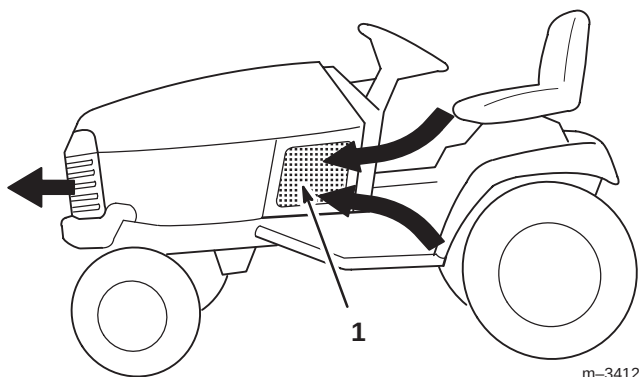

Figure 9
2. Contrôlez la propreté des (3) grilles d'entrée d'air (Fig. 9). Éliminez les débris avant chaque utilisation et/ou pendant l'utilisation, le cas échéant.